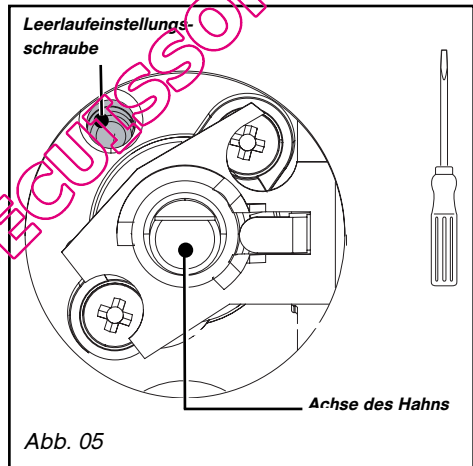

Abb. 05
- Mit einem kleinen flachen Schraubenzieher die Messing Einstellungsschraube (gelb) des Leerlaufs (Abb. 05) **bis zum Anschlag im Uhrzeigersinn ganz festschrauben**.